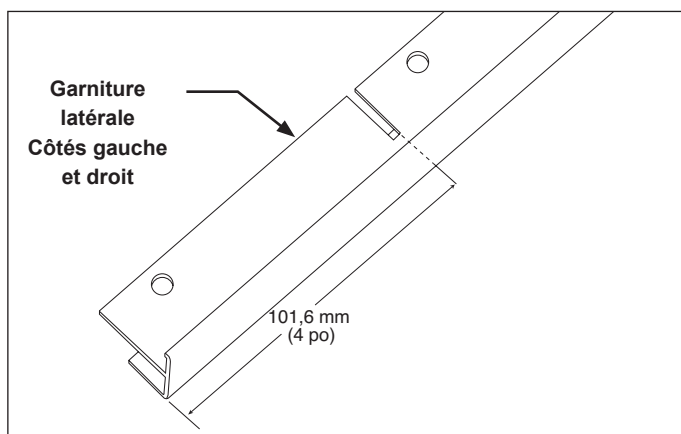

Figure 2
2. Coupez 4 po (101,6 mm) à droite et à gauche de la garniture latérale en vous servant de la fente comme guide afin d'avoir la taille appropriée à une découpe de 75 po (1905 mm). (Voir la Figure 2).